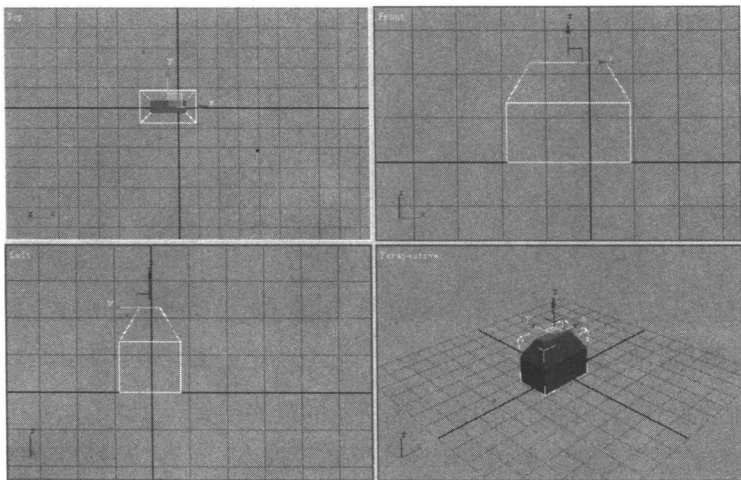

图 1-2-12 倒角操作
(3) 接着选择下面的 **倒角** 按钮, 改变按钮后面的值为负值, 对前面拉伸的面进行倒角操作。结果如图 1-2-12 所示。